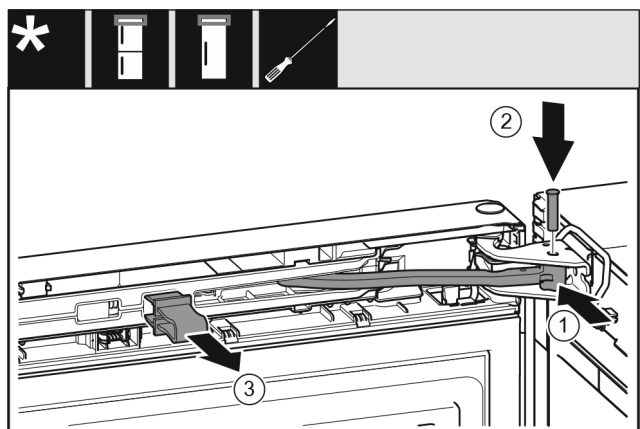

Fig. 43
- ▶ Gelenk Fig. 43 (1) in Lagerbock drehen.
- ▶ Bolzen Fig. 43 (2) in Lagerbock und Gelenk einsetzen. Dabei darauf achten, dass der Rastnocken korrekt in der Nut sitzt.
- ▶ Sicherung Fig. 43 (3) abnehmen.